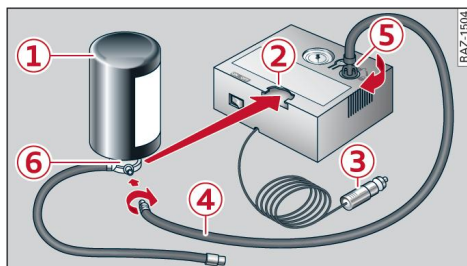

Fig. 172 Componentes del juego para reparación de neumáticos
- ▶ Introduzca el conector ③ ⇒ *fig. 172* en una toma de corriente en el vehículo.